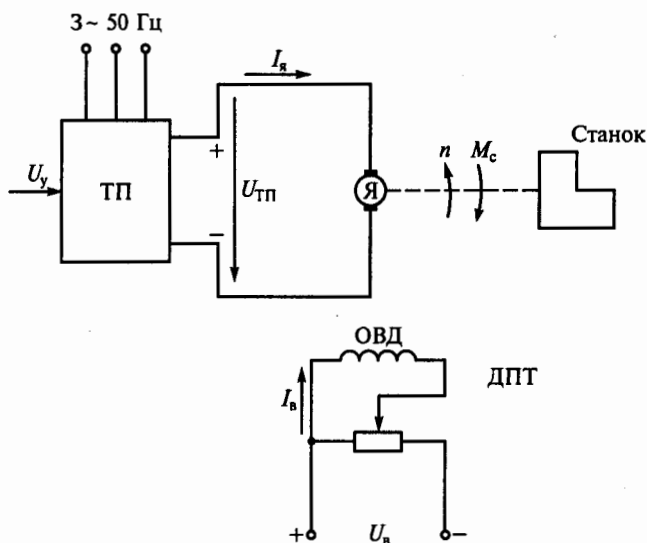

Рис. 263
**11.31.** Схема регулируемого по скорости тиристорного электропривода постоянного тока приведена на рис. 263. Каким образом осуществляется регулирование скорости двигателя постоянного тока (ДПТ) в этом электроприводе? (Указать неправильный ответ.)
**11.32.** Какое торможение является экономичным для тиристорного электропривода, схема которого приведена на рис. 263?